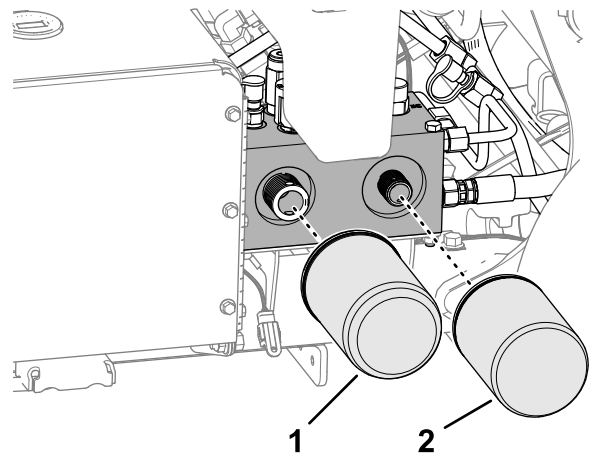

Bild 181
2. Stellen Sie eine Auffangwanne unter den Filter, bauen Sie den alten Filter aus und wischen Sie die Dichtungsfläche des Filterstutzens sauber (Bild 181).